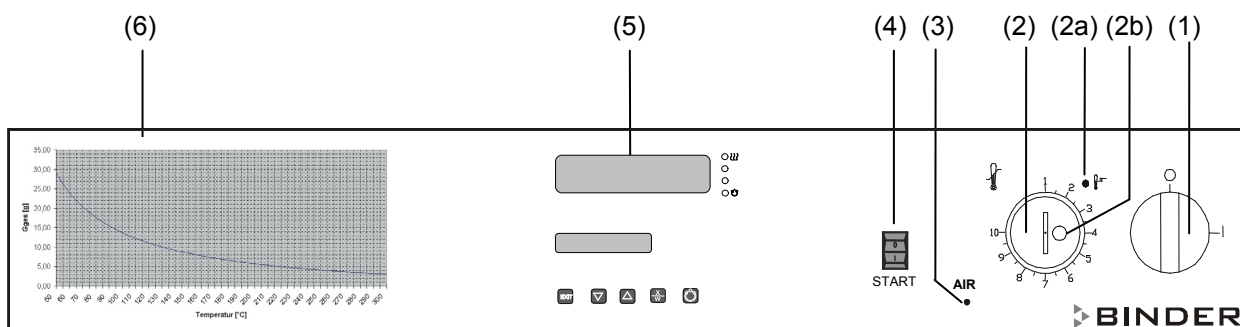

Рисунок 4: Контрольная панель FDL 115 стандартная комплектация
Поток отработанного воздуха подвергается постоянному мониторингу в верхней части камеры (реле перепада давления). В случае неисправности, система контроля отключает автоматически нагрев и оповещает о случившемся с помощью визуальных и акустических сигналов. с помощью визуальных сигналов: красная индикаторная лампа “AIR” (3) (см. Рисунок 4).